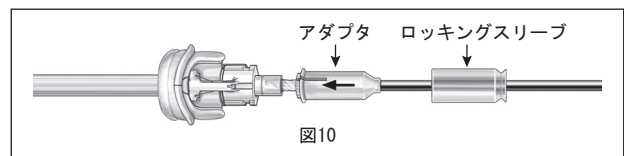

図10
13. 歯車状になっているアダプタが、受け側の歯車状であるホルダー内でうまくおさまるまで、デリバリーシステムのバルーンを弁のホルダー内へ挿入します。歯車の形を一致させるためには、わずかに回転させることが必要な場合もあります (図10)。